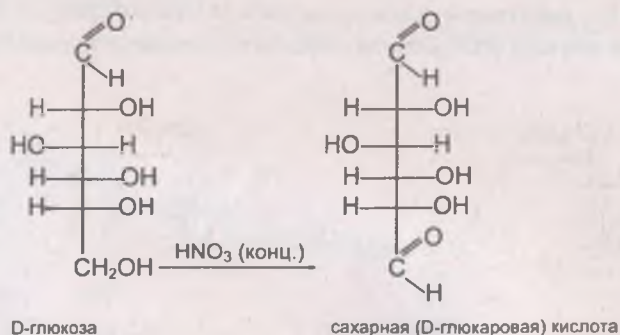

Рис. 249
- 3) сильные окислители способны окислять в карбоксильную группу не только альдегидную, но и первичную спиртовую группы. Это приводит к образованию двухосновных сахарных (альдаровых) кислот. В качестве катализатора в этих реакциях используется концентрированная азотная кислота (рис. 249).